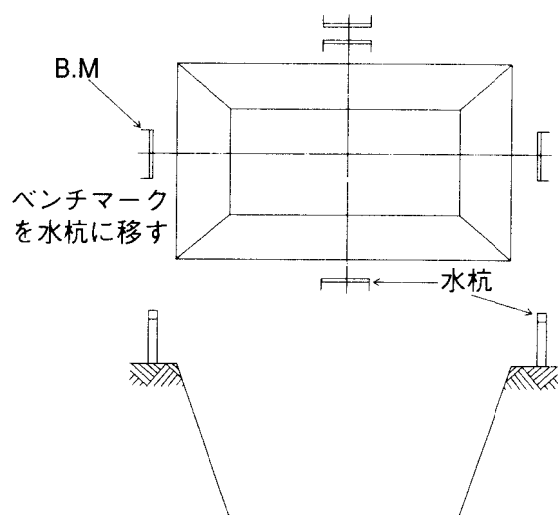

図1
- ①工事にかかる前に、設置位置の縄張りをしてスペースの確認をしてください。
- ②工事の邪魔にならない位置に水杭を打ち込み、芯出し作業や高さのチェックに備えてください。
- ③設計地盤（ベンチマーク）を事前に確認してください。（図1参照）